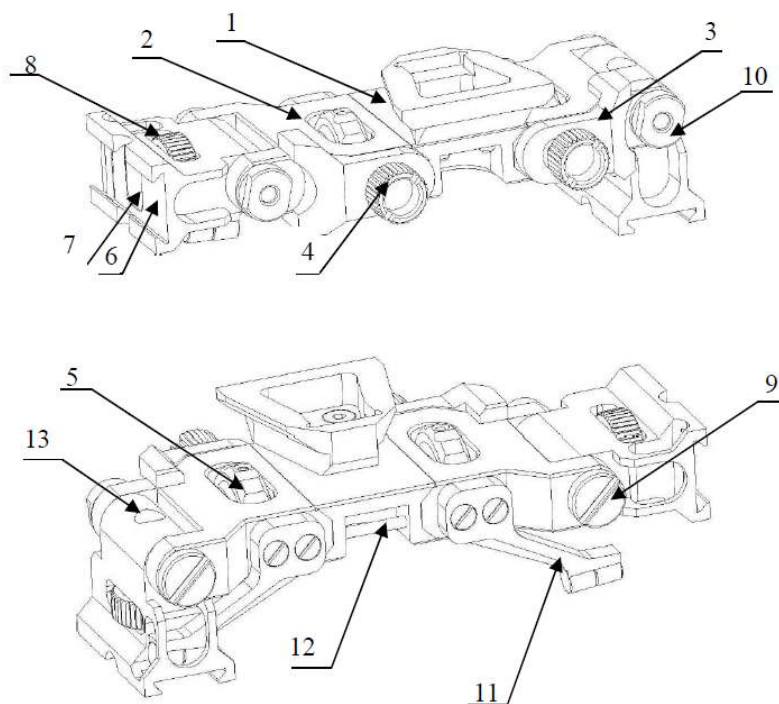

Рисунок 5 - Общий вид кронштейна-моста:
Устройство кронштейна-моста показано на **рисунке 5**. Изделие состоит из центрального кронштейна 1 (**рисунок 5**) с посадочным местом для закрепления в адаптере и двух боковых кронштейнов 2. На боковых кронштейнах имеются упоры 3 с винтами 4, служащие для регулировки межзрачкового расстояния установленных монокуляров; винты 5, служащие для закрепления боковых кронштейнов на центральном кронштейне; боковые подвесы 6 с посадочными местами 7 для закрепления монокуляров и прижимными устройствами 8; оси шарниров 9 с гайками 10; держатели с магнитами 11, предназначенные для отключения монокуляров при их откидывании в шарнирах. На центральном кронштейне имеется ось 12 для страховочного тросика. Для смазки шарниров предусмотрены отверстия 13 в подвесах 6.
7.8 При необходимости можно отсоединить один из монокуляров с боковым кронштейном моста открутив винт 5 (**рисунок 5**).
- проверить функционирование кронштейна-моста и адаптера, при необходимости смазать шарниры кронштейна-моста жидкой смазкой через отверстия 13 (**рисунок 5**). Излишки смазки удалить сухой ветошью.